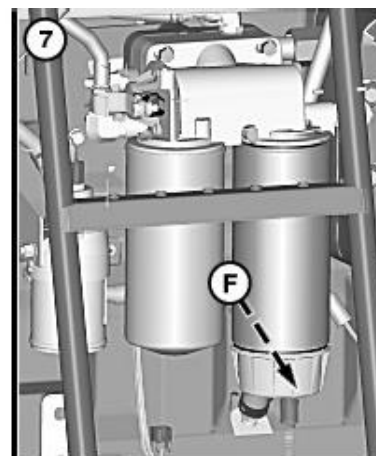

Рис.4.45 – Злив води з паливного фільтру грубої очистки
14. Перевірити паливний фільтр грубої очистки водовідокремлювача на наявність води. Відкрити зливний отвір (F) та при наявності злити воду з барабана відділювача (рис.4.45).